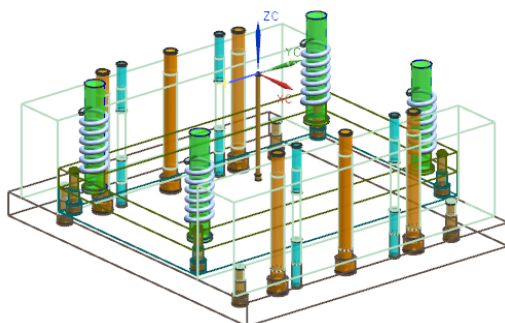

图 10-123 创建其他弹簧
(7) 创建其他 3 根复位杆的弹簧，如图 10-123 所示。